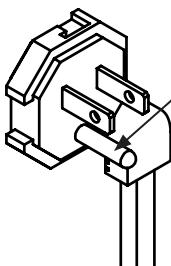

Figure 1
- N'enlevez pas la borne de terre de la fiche du cordon secteur. (Voyez la Figure 1).